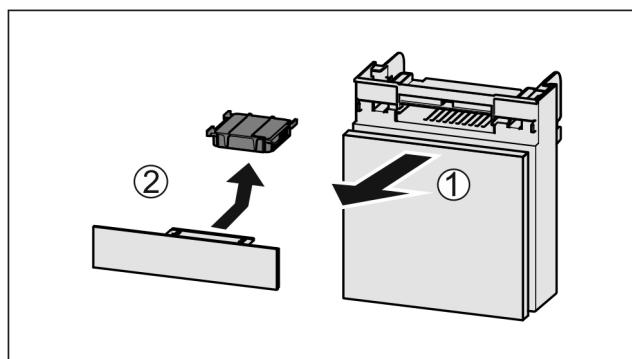

Fig. 116
- Издърпайте Fig. 116 (1) напред отделението.
- Извадете Fig. 116 (2) филтъра с активен въглен.